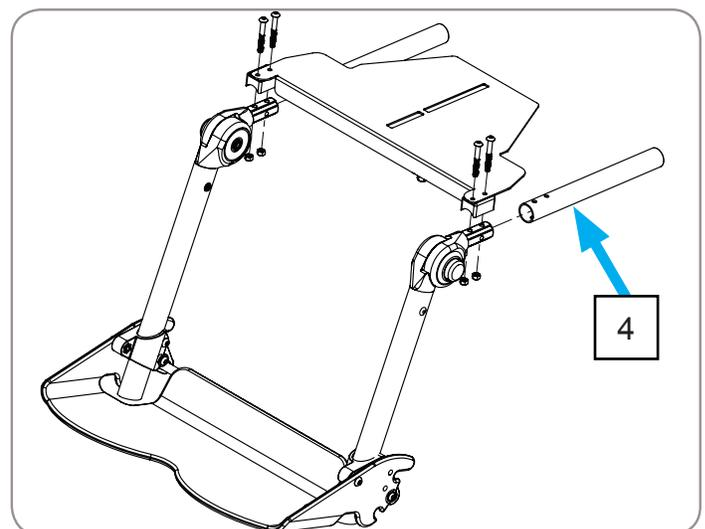

Figure 26
6. Installez les tubes de siège longs **4** avec la même quincaillerie. Consultez la figure 26.